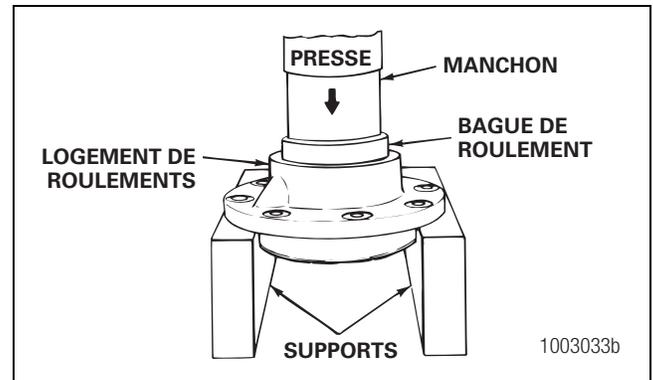

Figure 5.1
1. Placer le logement de roulements dans une presse. Figure 5.1.
- Emmancher la bague de roulement dans l'alésage du logement de roulements jusqu'à ce que la bague bute d'équerre contre le fond de l'alésage. Utiliser un manchon de diamètre approprié pour loger la bague de roulement. Procéder de même pour les deux bagues de roulement. Figure 5.1.